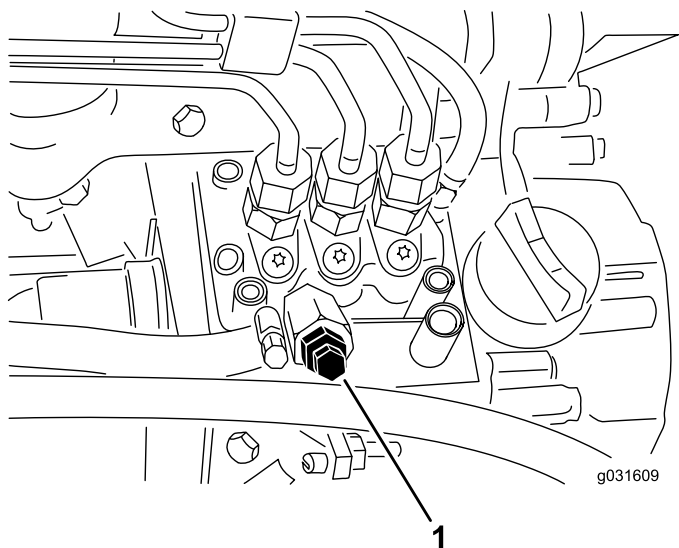

Figura 53
4. Aprite la vite di spurgo dell'aria, situata sulla pompa di iniezione del carburante (Figura 53).